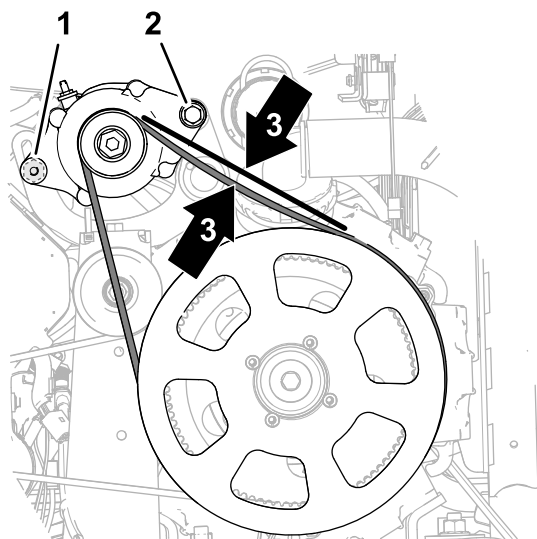

Рисунок 183
- Поворачивайте генератор (Рисунок 183) вверх для увеличения натяжения ремня до тех пор, пока отклонение ремня не составит 9,5 мм при воздействии усилия 4,5 кг посередине между шкивом генератора и ведущим шкивом 279 мм.